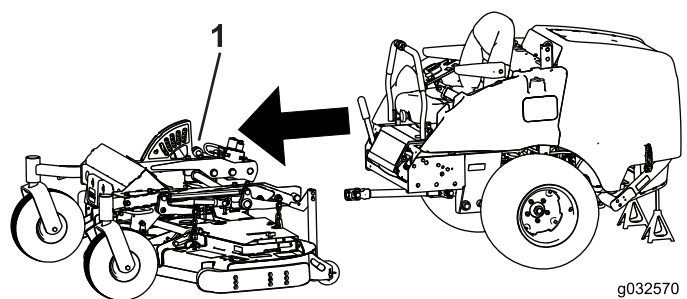

Figure 59
8. Faites rouler le cadre d'été vers l'avant et remisez-le en prévision du changement saisonnier (Figure 59).